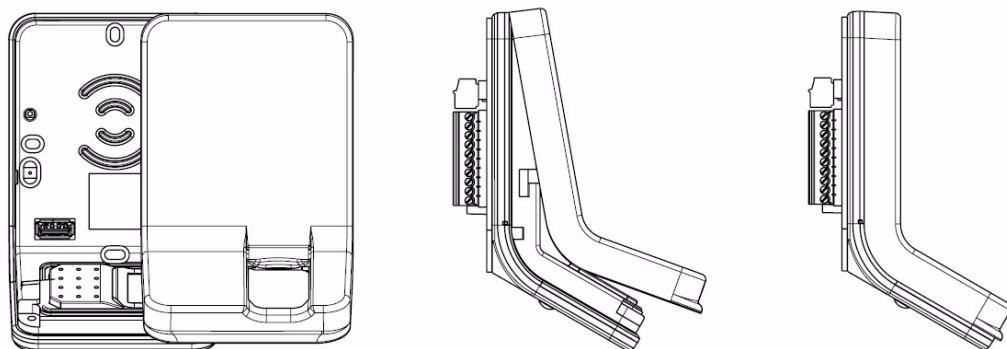

Figure 3.14: Mise en place de la face avant fumée
10. Placer la face avant fumée sur le corps du terminal, en mettant d'abord la partie supérieure, puis la partie inférieure (voir Figure 3.14).